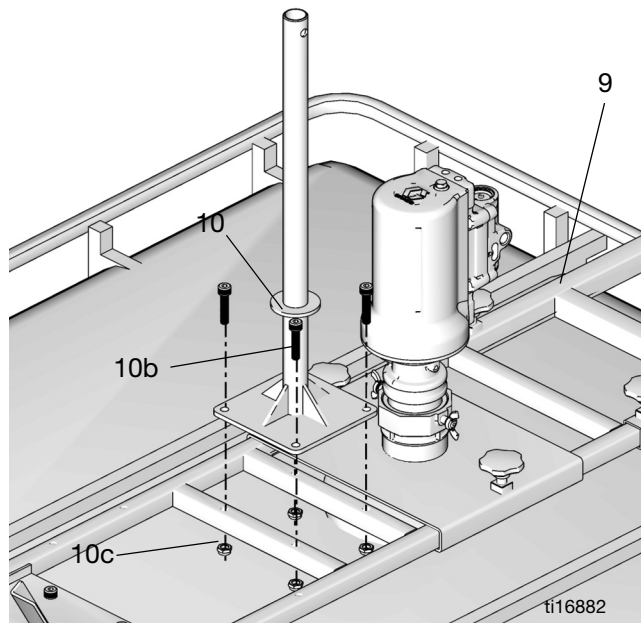

FIG. 16
2. Instale el carrete de manguera (10) en el soporte superior (9). Fíjelo en posición con los 4 tornillos (10b) y tuercas (10c) (FIG. 16).